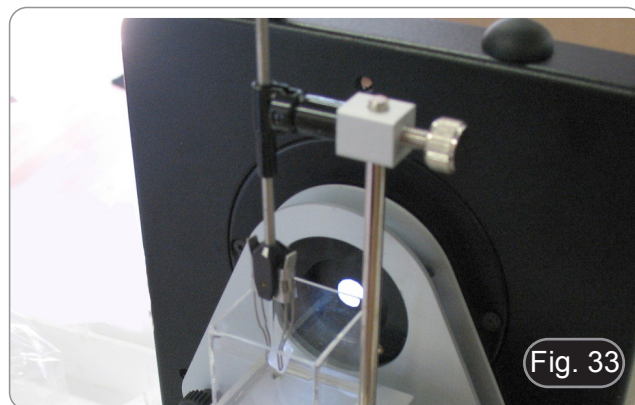

Fig. 33
5. Installer la pince à bijoux sur la tige verticale, afin de maintenir l'échantillon à l'intérieur de la cellule d'immersion. (Fig. 33)